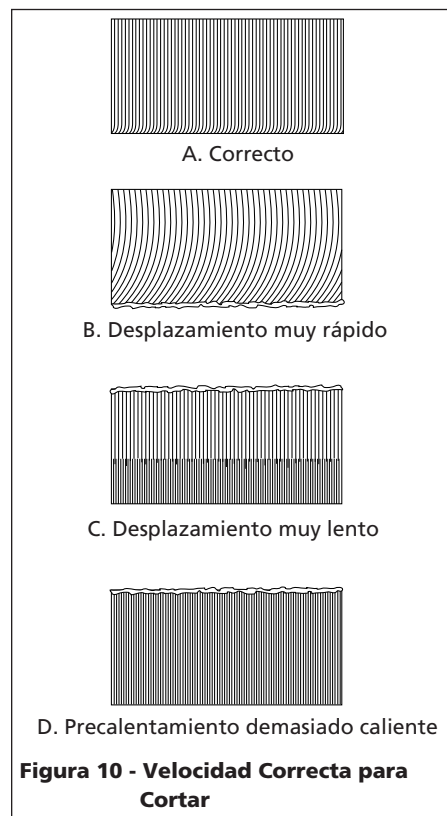

Figura 10 - Velocidad Correcta para Cortar
- Compare el borde del metal cortado con la Figura 10 para corregir cualquier error la próxima vez que corte.